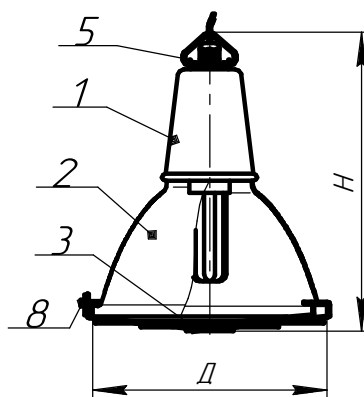
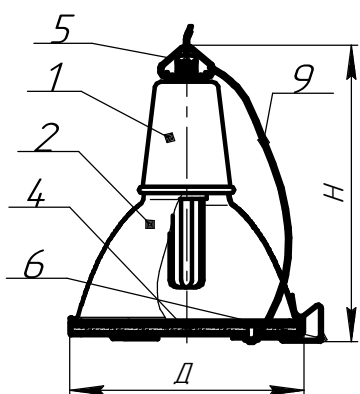

Рисунок 2
Рисунок 3
6.3 Светильники модификаций ФСП17-105, 250-022 (См. рисунок2 приложение А)
6.4 Светильники модификаций ФСП17-105, 250-032 (См. рисунок 3 приложение А)
или рисунок 2, или рисунок 3,